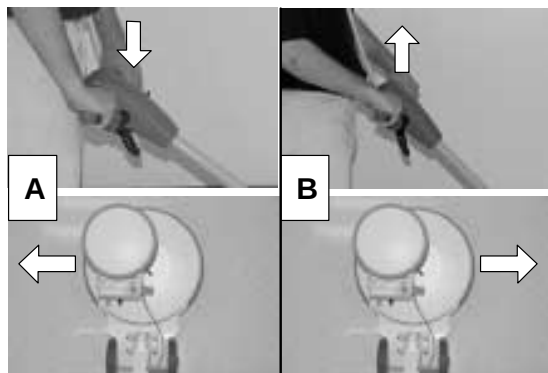

BILD. 13
6. Flytta maskinen till vänster (A) och sänk handtaget en aning. Flytta till höger (B) och lyft handtagen en aning. Polera genom att flytta maskinen till höger och vänster (bild 13).